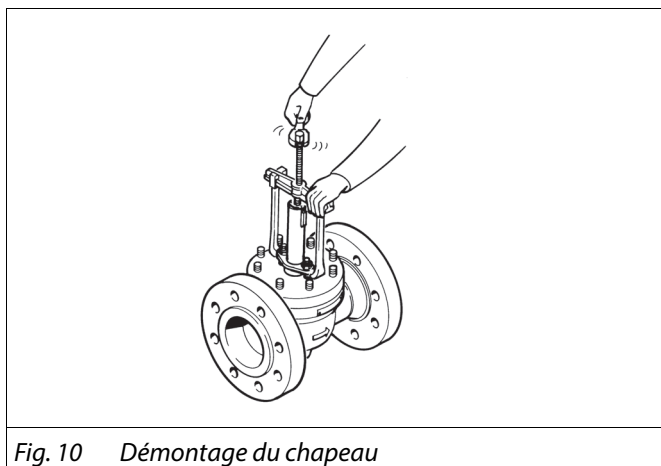

Fig. 10 Démontage du chapeau
- ❑ Retirer la clavette (10). Vérifier qu'il n'y a pas d'impuretés ou bavures de soudage sur les bords de rainure de clavette.
- ❑ Desserrer la garniture de presse-étoupe en dévissant les écrous (18).
- ❑ Enlever les écrous hexagonaux (16) de sur le chapeau.
- ❑ Lever le chapeau. Un extracteur peut être utilisé pour l'opération. Cf. Figure 10.